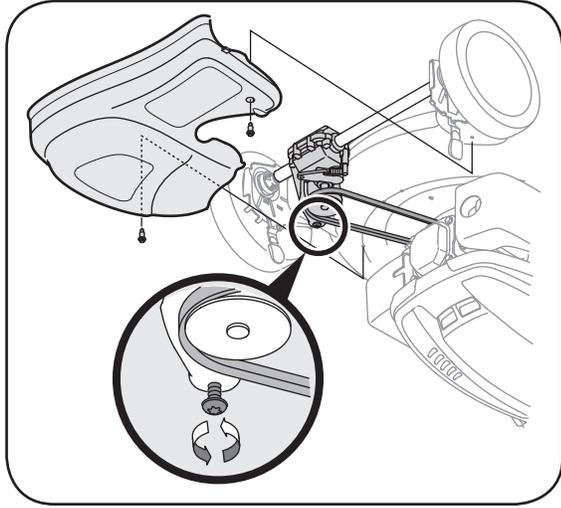

Figure 5-3
Voir la Figure 5-3. Appuyez de chaque côté du couvercle avant de la transmission pour dégager les taquets qui retiennent le couvercle sur les supports de réglage de la hauteur. Retirez le couvercle de la tondeuse.
2. Desserrez la vis retenant le ressort de tension de la courroie sur la transmission. Voir l'encadré de la Figure 5-3. Ne retirez pas complètement la vis. La tension de la courroie est relâchée au fur et à mesure que la vis est desserrée.
3. Basculez la tondeuse sur le côté, le filtre à air sur le dessus, pour atteindre la courroie en-dessous. Démontez la lame de la façon expliquée précédemment. Voir la Figure 5-3.